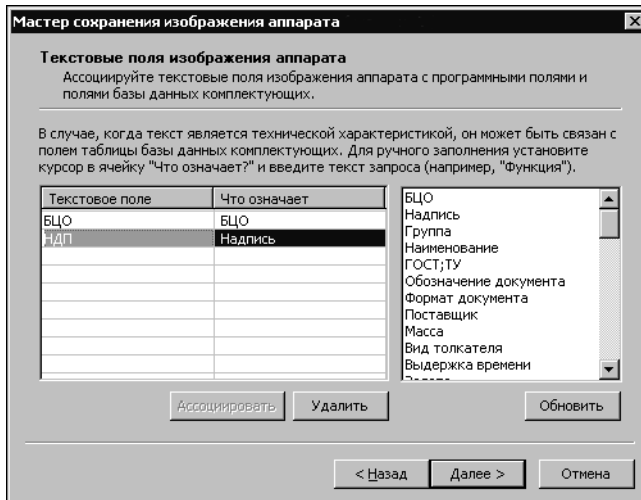

Рис. 11.19. Ассоциация текстовых полей
13. Откроется следующее окно (рис. 11.19). Оно служит для выполнения ассоциации текстовых полей с полями системы КОМПАС-Электрик. В левой части рабочей области окна находится таблица. Каждая запись (строка) таблицы состоит из двух полей (ячеек). В графу **Текстовое поле** автоматически заносится список всех текстовых полей, которые были нанесены на изображении аппарата.